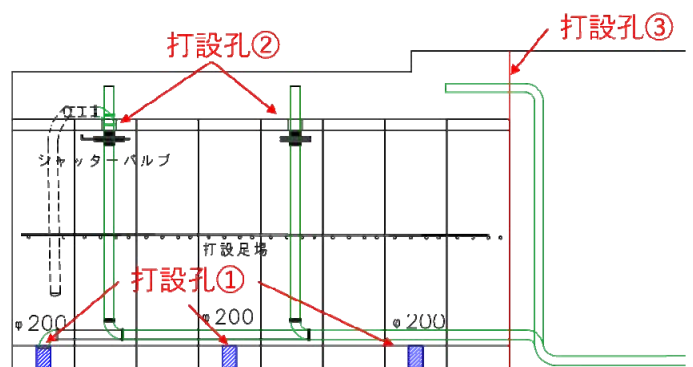

図 1 コンクリート打設概要図（側面図）
打設終了時には、シャッターバルブを閉じてコンクリートを打ち止めし、最後に、妻側より圧送して打設を完了させた（図中③）。（図 1）。